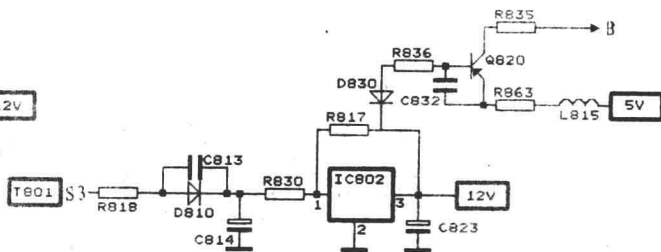

图 8
8. 12V 短路保护: D830、Q821 组成的 +B 12V 短路保护如图 8 所示。电路正常、D830 反偏截止,Q821 截止。一旦 12V 短路,即 IC802③②两脚之间短路时,C823 正端电位大幅度降落,Q821、D830 迅速导通,中心检测点呈高电位,复合保护电路工作,电路设定至备用状态。